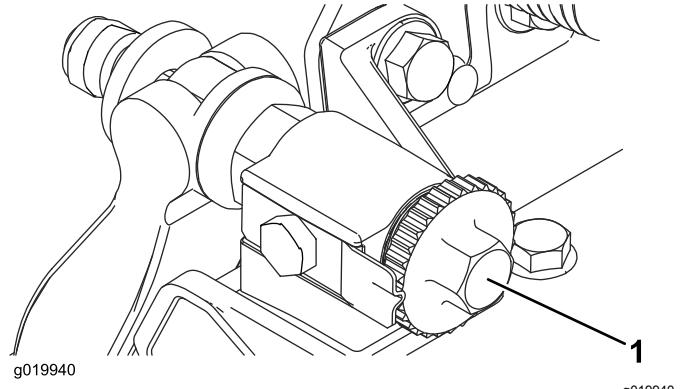

Bild 29
1. Lockern Sie den Kontakt zwischen Spindel und Untermesser, indem Sie die Einstellhandräder des Untermessers (Bild 29) nach links drehen, bis kein Kontakt besteht.